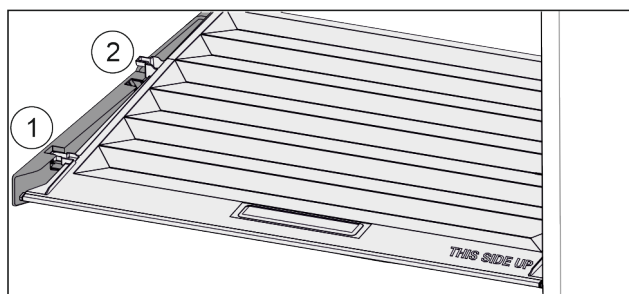

Fig. 51
- ▶ Tirer le couvercle vers l'avant jusqu'à dans l'orifice des pièces de retenue Fig. 51 (1).
- ▶ Le soulever par le bas à l'arrière et le sortir par le haut Fig. 51 (2).